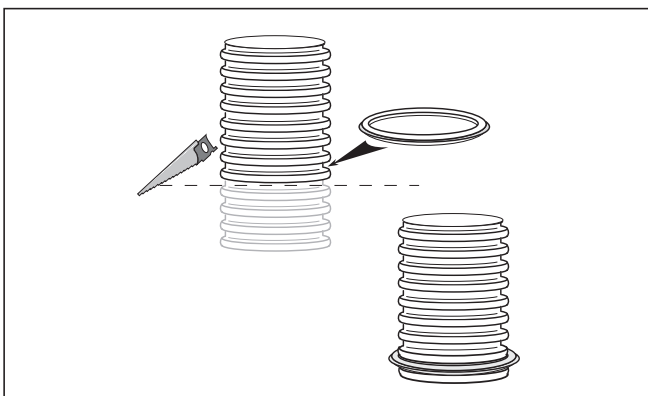

Fig. 4.55 Montage du conduit des fumées et des joints
- Montez ensuite le joint dans la rainure non endommagée du conduit des fumées située le plus en bas (→ **Fig. 4.55**).